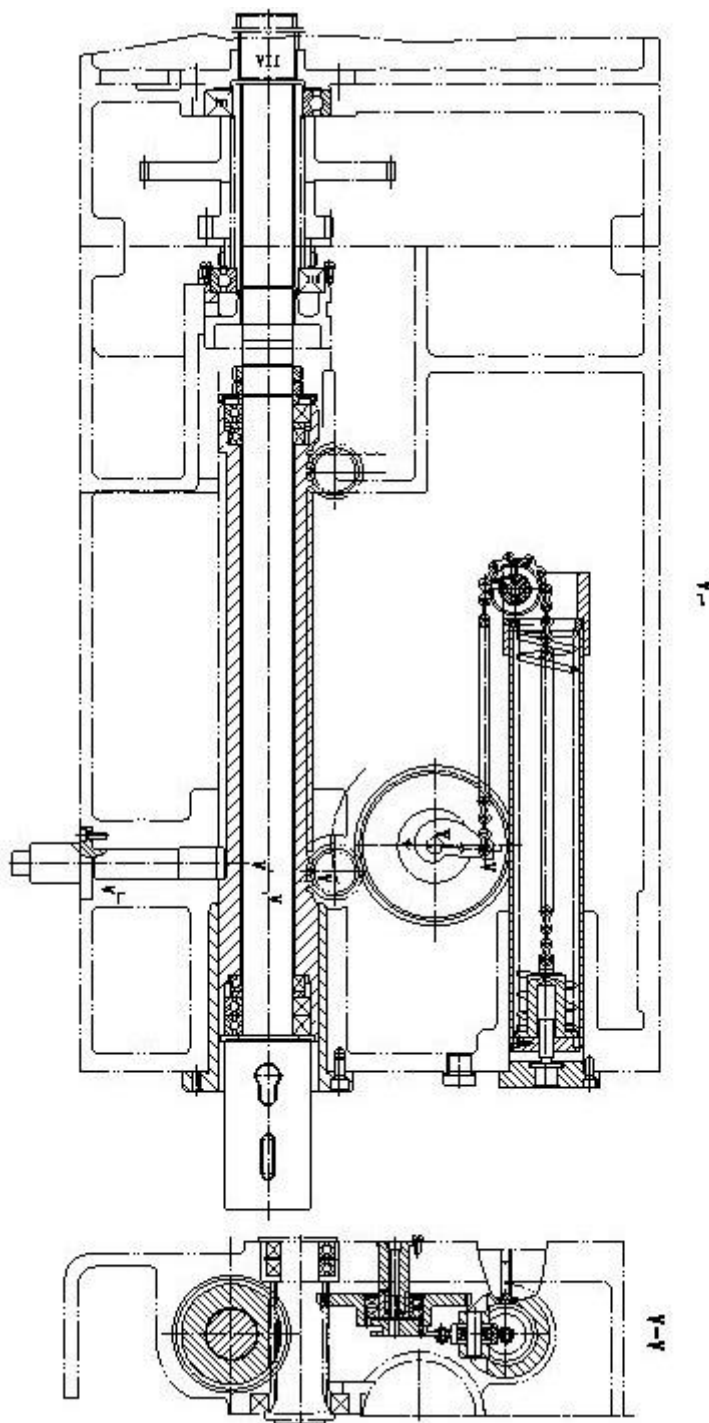

Рисунок 10-8 Механизм уравнивания шпинделя
(4) Регулировка силы уравнивания шпинделя (Рис.10-8)